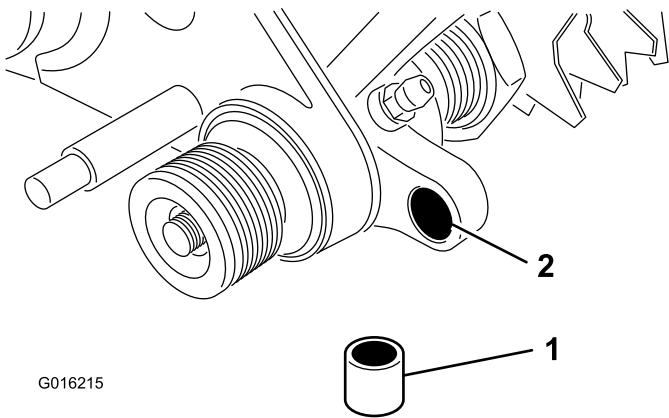

Рисунок 9
20. Вставьте втулку в отверстие в правом узле привода механической щетки (Рисунок 9).